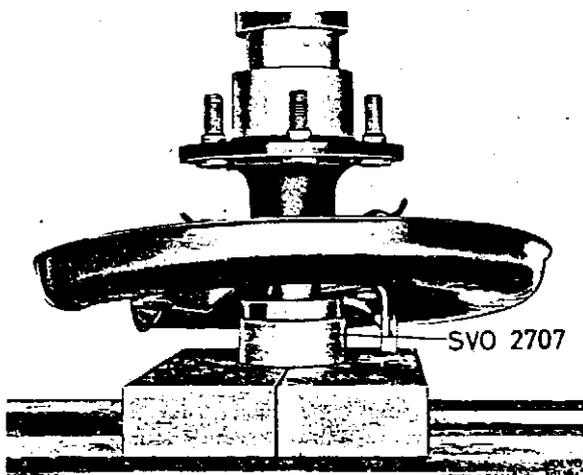

Abb. 24. Aufpressen des Hinterachswellenlagers
11. Bremsträger und -halter auf die Hinterachswelle schieben. Sicherungsring und Lager in der Abstandhülse SVO 2707 anbringen. Hinterachswelle durch Lager und Sicherungsring hindurchstecken und sämtliche Teile in eine Presse übernehmen. Hinterachswelle unter Stempeldruck setzen, bis Lager und Sicherungsring lagerichtig auf die Welle gepreßt sind (Abb. 24).